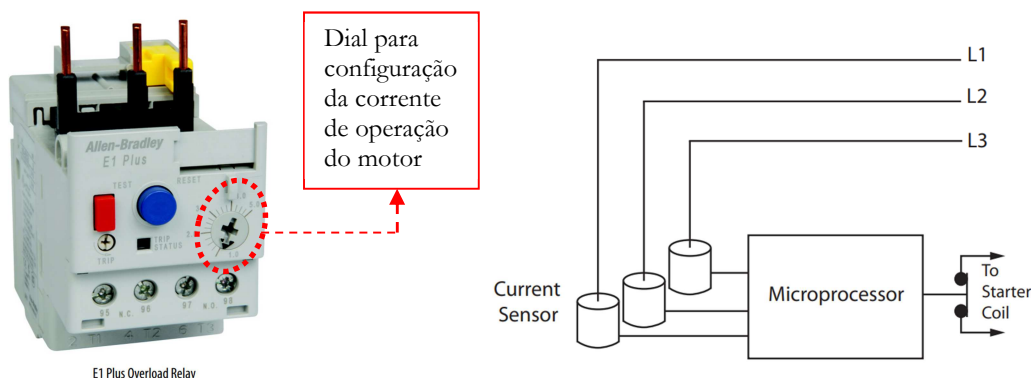

Figura 1. (Esquerda) Relé eletrônico de sobrecarga E1 Plus. (Direita) diagrama simplificado da estrutura interna do E1 Plus.
Diferentemente de relés de sobrecarga eletromecânicos, que empregam elementos térmicos para obter uma medição indireta do aquecimento do motor, o E1 Plus não só realiza diretamente a medição de corrente elétrica como também é dotado de um microprocessador ASIC (*Application Specific Integrated Circuit*) que modela o comportamento térmico do motor, calculando o nível de temperatura suportado por este sem que o material isolante de suas bobinas internas se danifique (figura 1). Em adição, o E1 Plus também conta com um circuito de memória permite modelar as curvas de aquecimento e de resfriamento do motor durante os períodos em que esteja ligado ou desligado.
- *Average %FLA*: indica o valor médio da corrente elétrica que circula pelo motor, expressa como uma porcentagem da corrente nominal do motor. Por exemplo, se a corrente nominal do motor for de 1 A e corrente média real for também de 1 A, este parâmetro teria o valor de 100%. A corrente nominal do motor é ajustada manualmente no dial localizado no E1 Plus (figura 1).